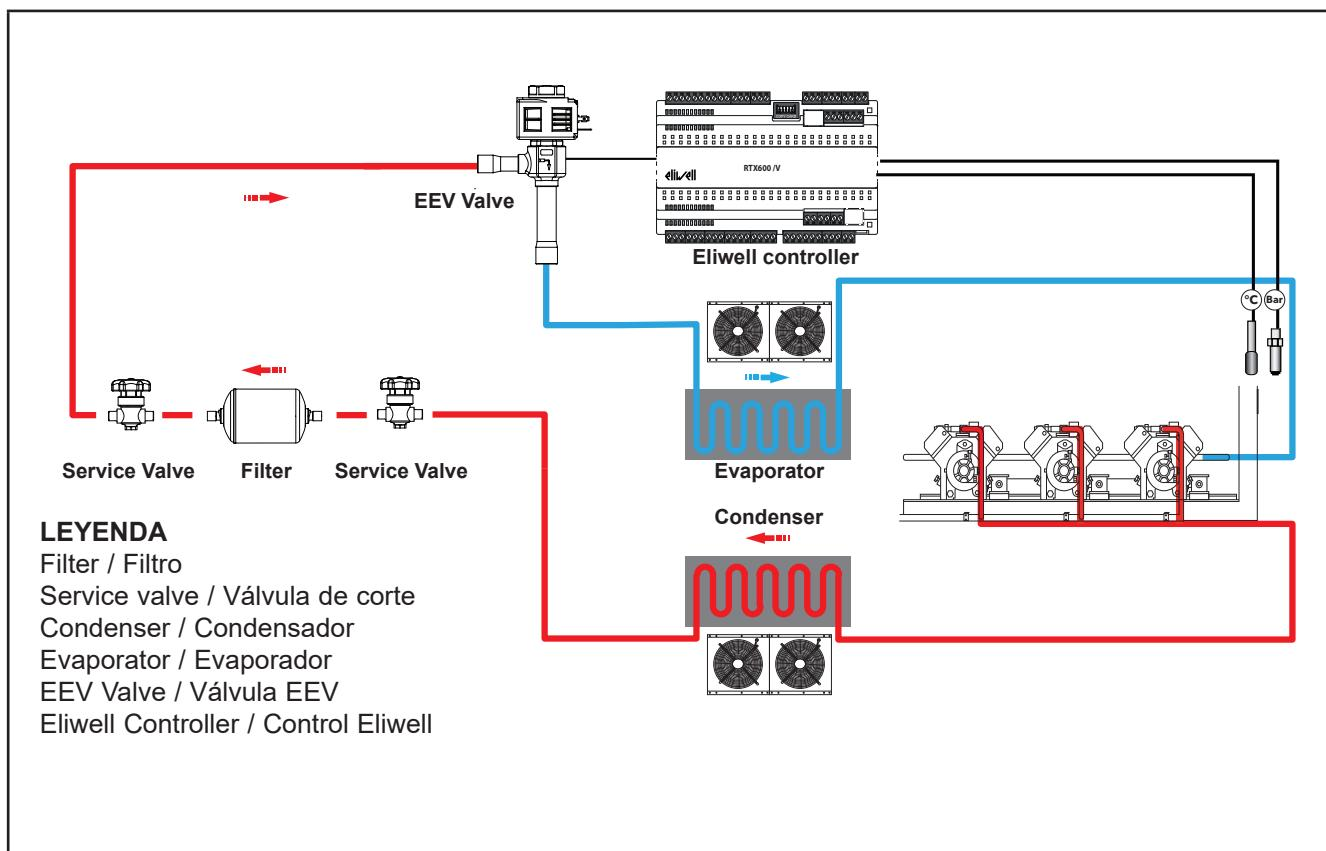

Fig. 5. Ejemplo de aplicación
(3) Asegúrese de que la instalación cuente con un filtro principal para evitar que las impurezas obstruyan los componentes internos de la válvula durante el funcionamiento. Ver Fig.5.